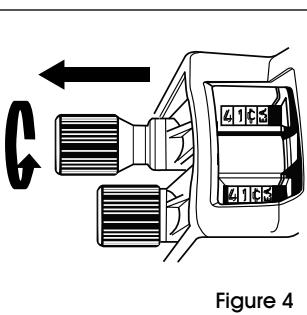

Figure 4
- Tirez sur le bouton jusqu'à ce que les indicateurs soient sur la bande désirée. (Voir figure 4)